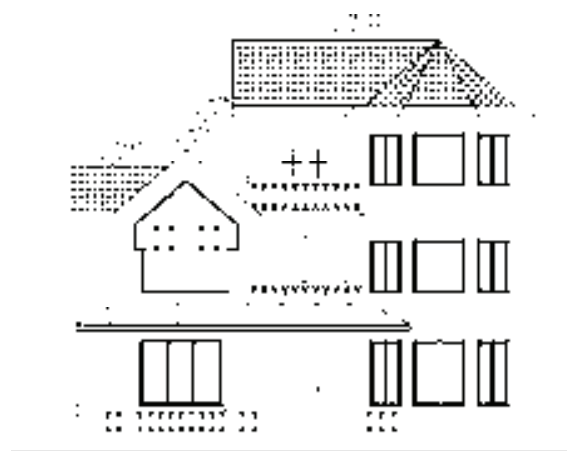

图 13-204 标高标注
1) 添加标高标注。调用“标高标注”命令，在弹出的“标高标注”对话框中设置参数，分别点取标高点 and 标高方向，为立面图添加标高标注的结果如图 13-204 所示。